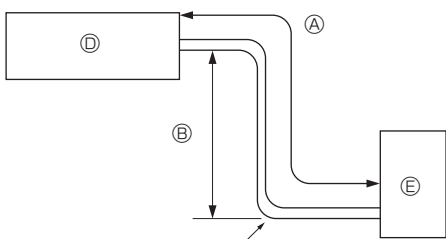

Fig. 2-1
2.1. ท่อสารทำความเย็น (Fig. 2-1)